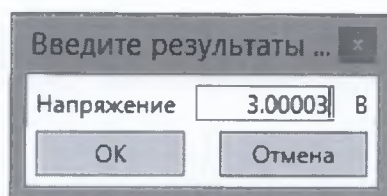

Рисунок 7.2.18
7.2.5.13 Перевести калибратор-вольтметр в режим измерений напряжения переменного тока. Нажать кнопку «Измерить», после окончания измерений нажать кнопку «Ввести измеренное СКЗ». В появившемся окне ввести измеренное калибратором-вольтметром СКЗ напряжения переменного тока (рисунок 7.2.18). Нажать кнопку «ОК».